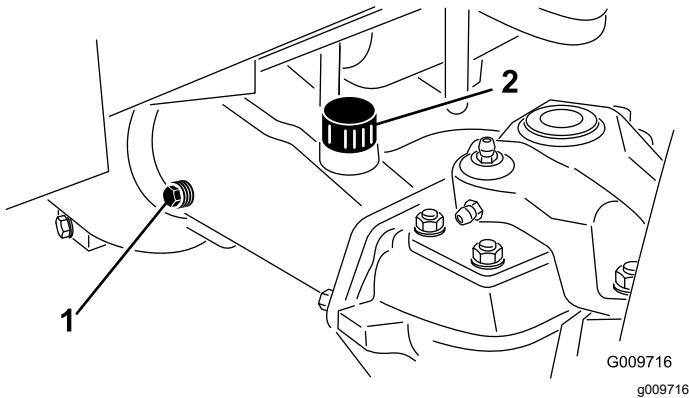

Figure 88
- Enlevez un bouchon de contrôle à une extrémité du pont arrière (**Figure 88**) et vérifiez que le lubrifiant atteint la base de l'orifice. Si le niveau est trop bas, enlevez le bouchon de remplissage
(Figure 88) et ajoutez une quantité suffisante de lubrifiant pour amener le niveau au bas des orifices de contrôle.